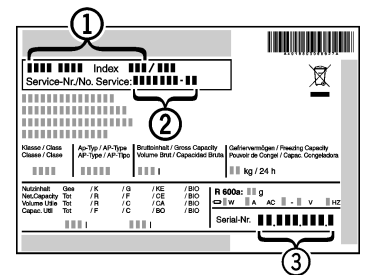

Fig. 6
- ▶ Gerätebezeichnung *Fig. 6 (1)*, Service-Nr. *Fig. 6 (2)* und SN *Fig. 6 (3)* vom Typenschild ablesen. Das Typenschild befindet sich an der linken Geräteinnenseite.
- ▶ Den Kundendienst benachrichtigen und den Fehler, Gerätebezeichnung *Fig. 6 (1)*, Service-Nr. *Fig. 6 (2)* und SN *Fig. 6 (3)* mitteilen.